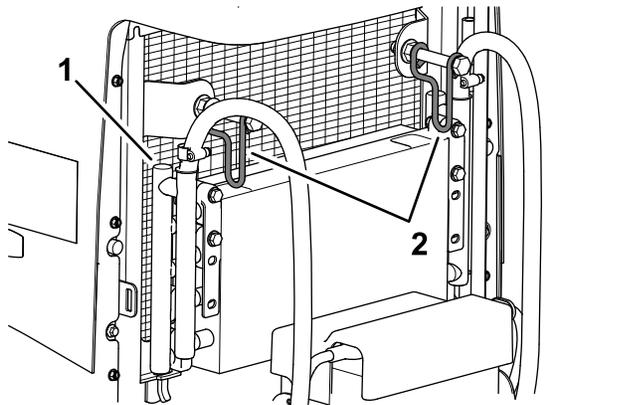

図 110
7. オイルクーラのラッチ2ヶ所を内側に押し解除し、クーラを傾ける **図 110。**